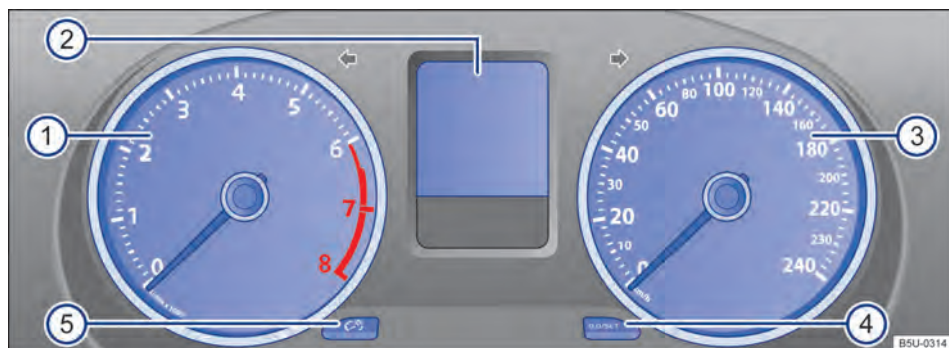
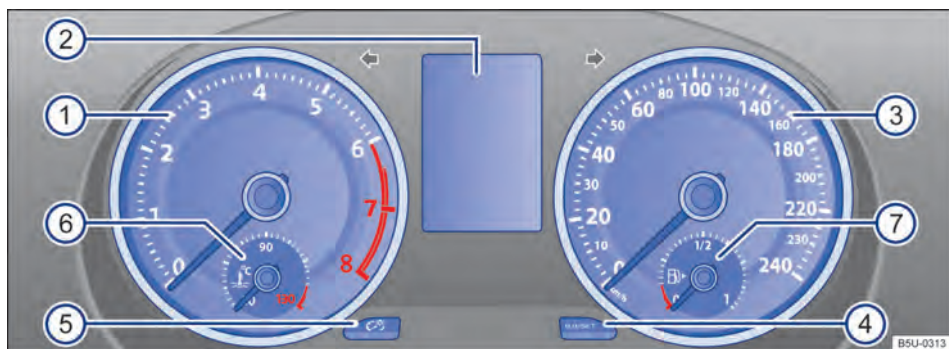

Fig. 10 Instrumento combinado no painel de instrumentos (variante 1). ▶
Fig. 11 Instrumento combinado no painel de instrumentos (variante 2).
Explicações sobre os instrumentos → Fig. 10 e → Fig. 11:
- ① **Tacômetro (conta-giros)** (rotações x 1000 por minuto do motor em funcionamento) → Página 17.
- ② **Indicadores do display** → Página 19.
- ③ **Velocímetro** (medidor de velocidade).
- ④ **Botão para zerar** ou para exibição do hodômetro parcial (trip).
- ④ **Botão de ajuste do relógio** **[0.0/SET]** → Página 22.
- ④ **Botão para reinicializar o indicador do intervalo de serviço** → Página 23.
- ⑤ **Botão para regulagem da iluminação do painel de instrumentos** **[☞]** → Página 75
- ⑥ **Indicador de temperatura do líquido de arrefecimento do motor** **[🌡️]** (depende da versão do veículo) → Página 19.
- ⑦ **Indicador do nível de combustível** (depende da versão do veículo) → Página 18.
i Dependendo da versão do veículo, o indicador do nível de combustível pode estar localizado no visor do display → Fig. 10 ② ou no velocímetro → Fig. 11 ⑦.
i Dependendo da versão do veículo, o indicador de temperatura do líquido de arrefecimento do motor pode estar localizado no visor do display → Fig. 10 ② ou no tacômetro → Fig. 11 ⑥.